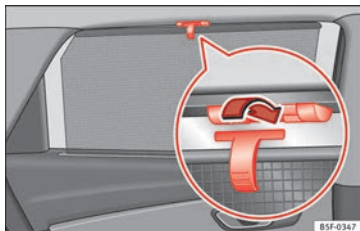

Fig. 142 Ventanilla trasera: cortinilla parasol.
- Desenrolle la persiana y engánchela en el gancho situado en el centro del marco superior de la puerta » fig. 142.